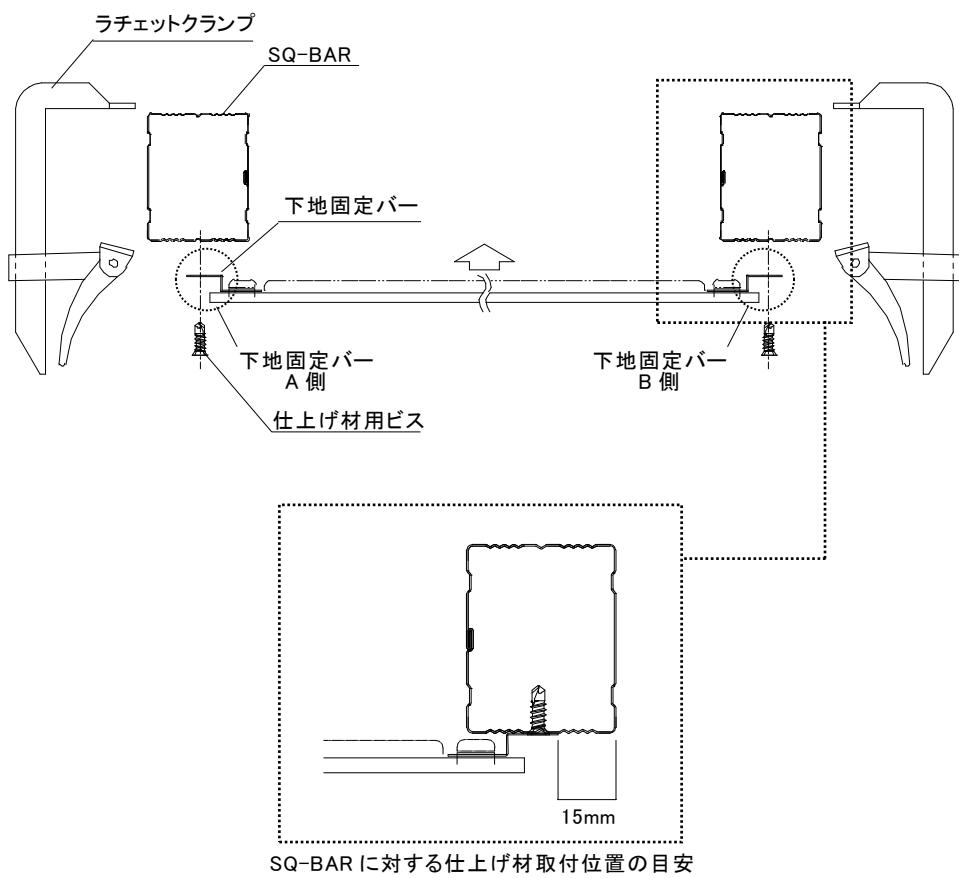

図 3-1-3 1列目の仕上げ材の取付け(Y-Y断面図)
- 2) SQ-BAR に対して仕上げ材の下地固定バーの下孔位置から仕上げ材用ビスで固定する。(図 3-1-3 参照)